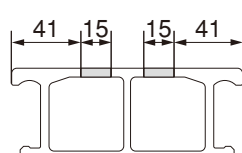

図2-4 樹の木II
- 図2-4の範囲に、床面取付孔があることを確認してください。ナット部分が回転せず取付かないおそれがあります。